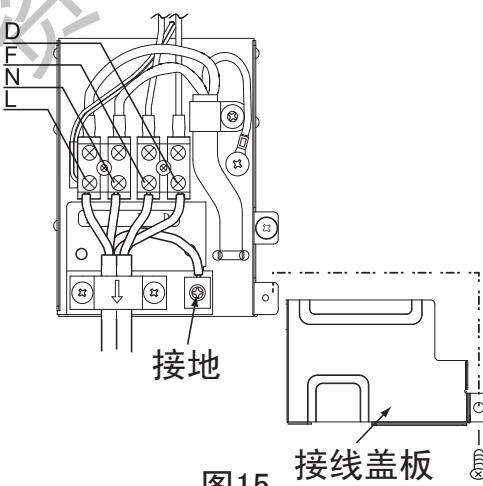

图15
(3) 电线连接顺序
- 先将连接电缆如下图将头部弯折。（如图15）
- 连接电缆连接结束后，必须按图15所示装上接线盖板。